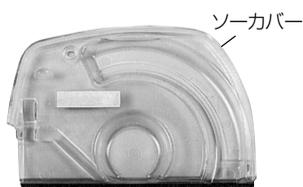

図 14
- (ロ) 乾いた布などでソーカバーの内側をよくふいて切りくずを取除きます。(図 14)